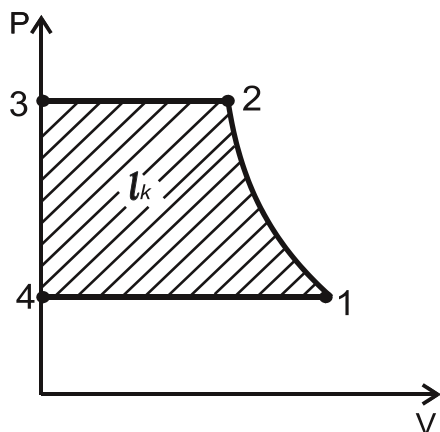
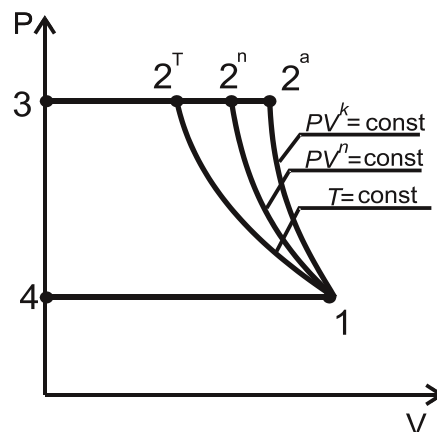

Рис. 1.15
Рис. 1.16
*Компрессор* — это машина, предназначенная для повышения давления путём сжатия газа до избыточного давления не ниже 0,2 МПа. Компрессоры приводятся в действие электродвигателями, турбинами. Несмотря на различные конструкции, в них протекают одни и те же процессы: впуск газа, его сжатие и нагнетание (выпуск). Для идеального компрессора эти процессы в  $Pv$ -диаграмме (рис. 1.15) протекают в последовательности: линия 4-1 соответствует процессу всасывания газа, 1-2 — процесс сжатия, 2-3 — процесс нагнетания.
Теоретическая работа компрессора на получение 1 кг сжатого газа зависит от процесса сжатия  $l_k = -\int \mathcal{G} dp$  (рис. 1.16); графически изображается площадью, расположенной между линией процесса и осью ординат, т.е. площадь 1234 (см. рис. 1.15 и 1.16).